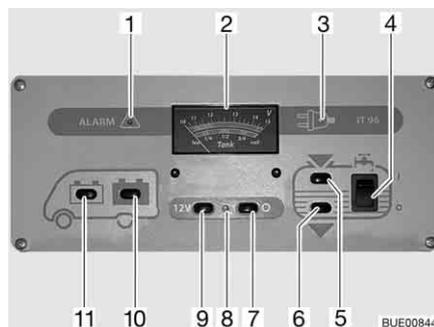

Fig. 133 Pannello di controllo IT 96-2
L'interruttore principale a 12 V (Fig. 133,7 e 9) inserisce o disinserisce il pannello di controllo e l'alimentazione a 12 V dell'abitacolo.
Accensione: ■ Premere l'interruttore (Fig. 133,9) "12 V": L'alimentazione a 12 V dell'abitacolo è inserita. La spia di controllo (Fig. 133,8) diventa verde.
Spegnimento: ■ Premere l'interruttore (Fig. 133,7) "0": L'alimentazione a 12 V dell'abitacolo è disinserita. La spia di controllo (Fig. 133,8) si spegne.
Per l'indicatore volt/serbatoio (Fig. 133,2) leggere la scala superiore. L'indicatore si illumina automaticamente appena viene premuto un interruttore.
- Premere l'interruttore (Fig. 133,11) "☰": Viene indicata la tensione della batteria di avviamento.
- Premere l'interruttore (Fig. 133,10) "☷": Viene indicata la tensione della batteria dell'abitacolo.
Per l'indicatore volt/serbatoio (Fig. 133,2) leggere la scala inferiore. L'indicatore si illumina automaticamente appena viene premuto un interruttore.
- Premere l'interruttore (Fig. 133,5) "": Viene indicato il livello del serbatoio dell'acqua.
- Premere l'interruttore (Fig. 133,6) "": Viene indicato il livello del serbatoio delle acque grigie.
- Premere in alto l'interruttore a bilico (Fig. 133,4) "I": L'alimentazione idrica è accesa.
- Premere l'interruttore a bilico in basso (Fig. 133,4) "O": L'alimentazione idrica è spenta.
La spia luminosa rossa "ALARM" (Fig. 133,1) inizia a lampeggiare non appena la tensione della batteria dell'abitacolo scende al di sotto di 11 V (misurazione durante il normale esercizio) con conseguente rischio che la batteria si scarichi troppo.
La spia di controllo a 12 V (Fig. 133,8) si accende non appena l'interruttore principale a 12 V (Fig. 133,9) viene inserito.
La spia gialla di controllo a 230 V (Fig. 133,3) si accende quando all'ingresso della centralina elettrica è presente una tensione di rete.